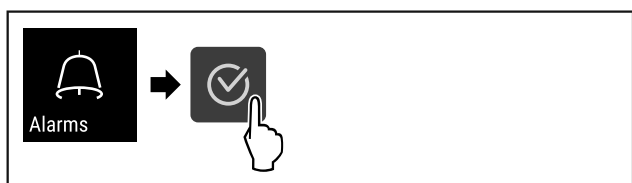

Fig. 130
- ▶ Eseguire i passi (vedere Fig. 130).